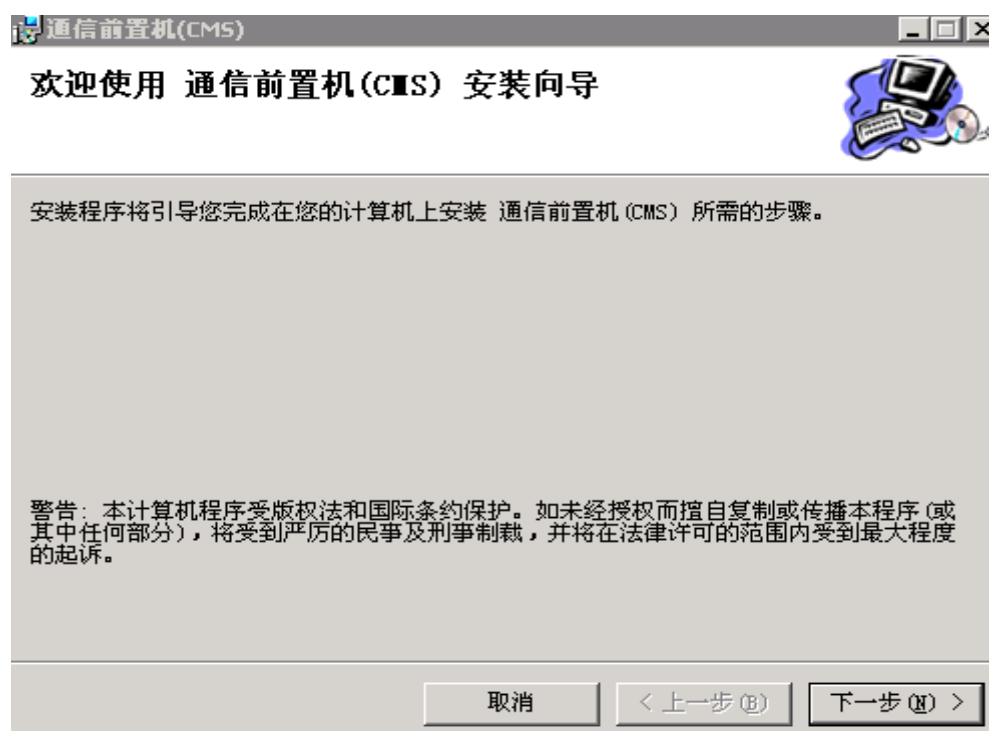

图 2.2-1 安装向导步骤一
步骤一：双击安装文件“山洪 CMS\_SL427.msi”，出现如图 2.2-1 所示的安装向导，单击“下一步 (N) >”按钮。